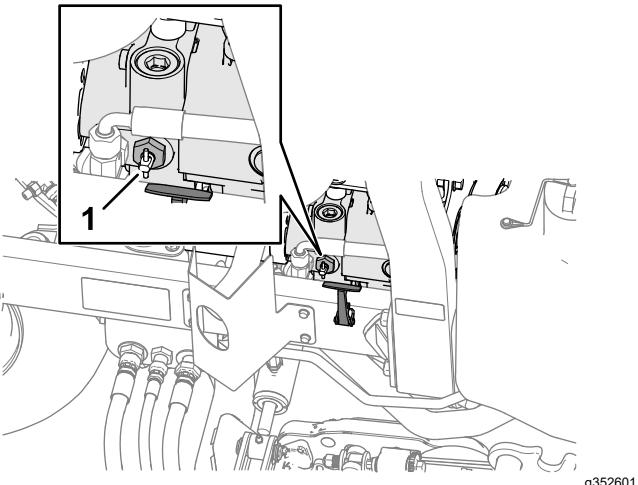

Рисунок 49
- Поверните на 90° ручку перепускного клапана на насосе (Рисунок 49), расположенного рядом с правой защелкой капота.